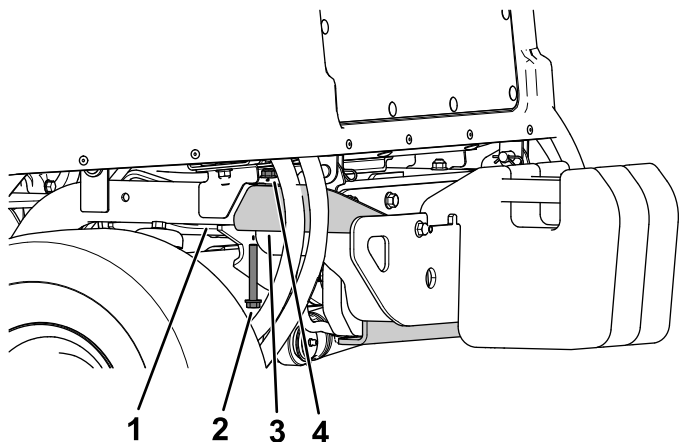

Figura 21
1. Scoateți urubul cu guler ($\frac{3}{8} \times 2\frac{3}{4}$ ") și piuliă cu guler ($\frac{3}{8}$ ") care fixează bara de protecție de cadrul tubular din spate de pe fiecare parte a barei de protecție (Figura 21).